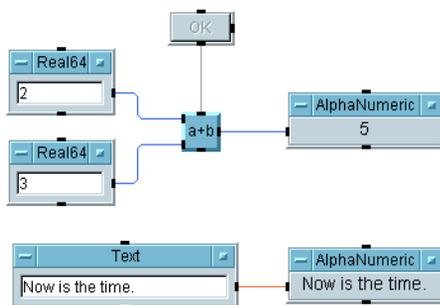

図8-5. 2つの並列スレッドを持つプログラム
- スレッド-データ・ラインおよびシーケンス・ライン(実線)で接続されたオブジェクト群はスレッドを構成します。制御ライン(破線)だけで接続されたオブジェクト群はスレッドと見なされません。プログラムには複数のスレッドが存在できます。例えば、図8-5のプログラムには2つの並列スレッドが存在します。スレッド同士はデータ・ラインやシーケンス・ラインで接続されていないため、互いに独立しています。